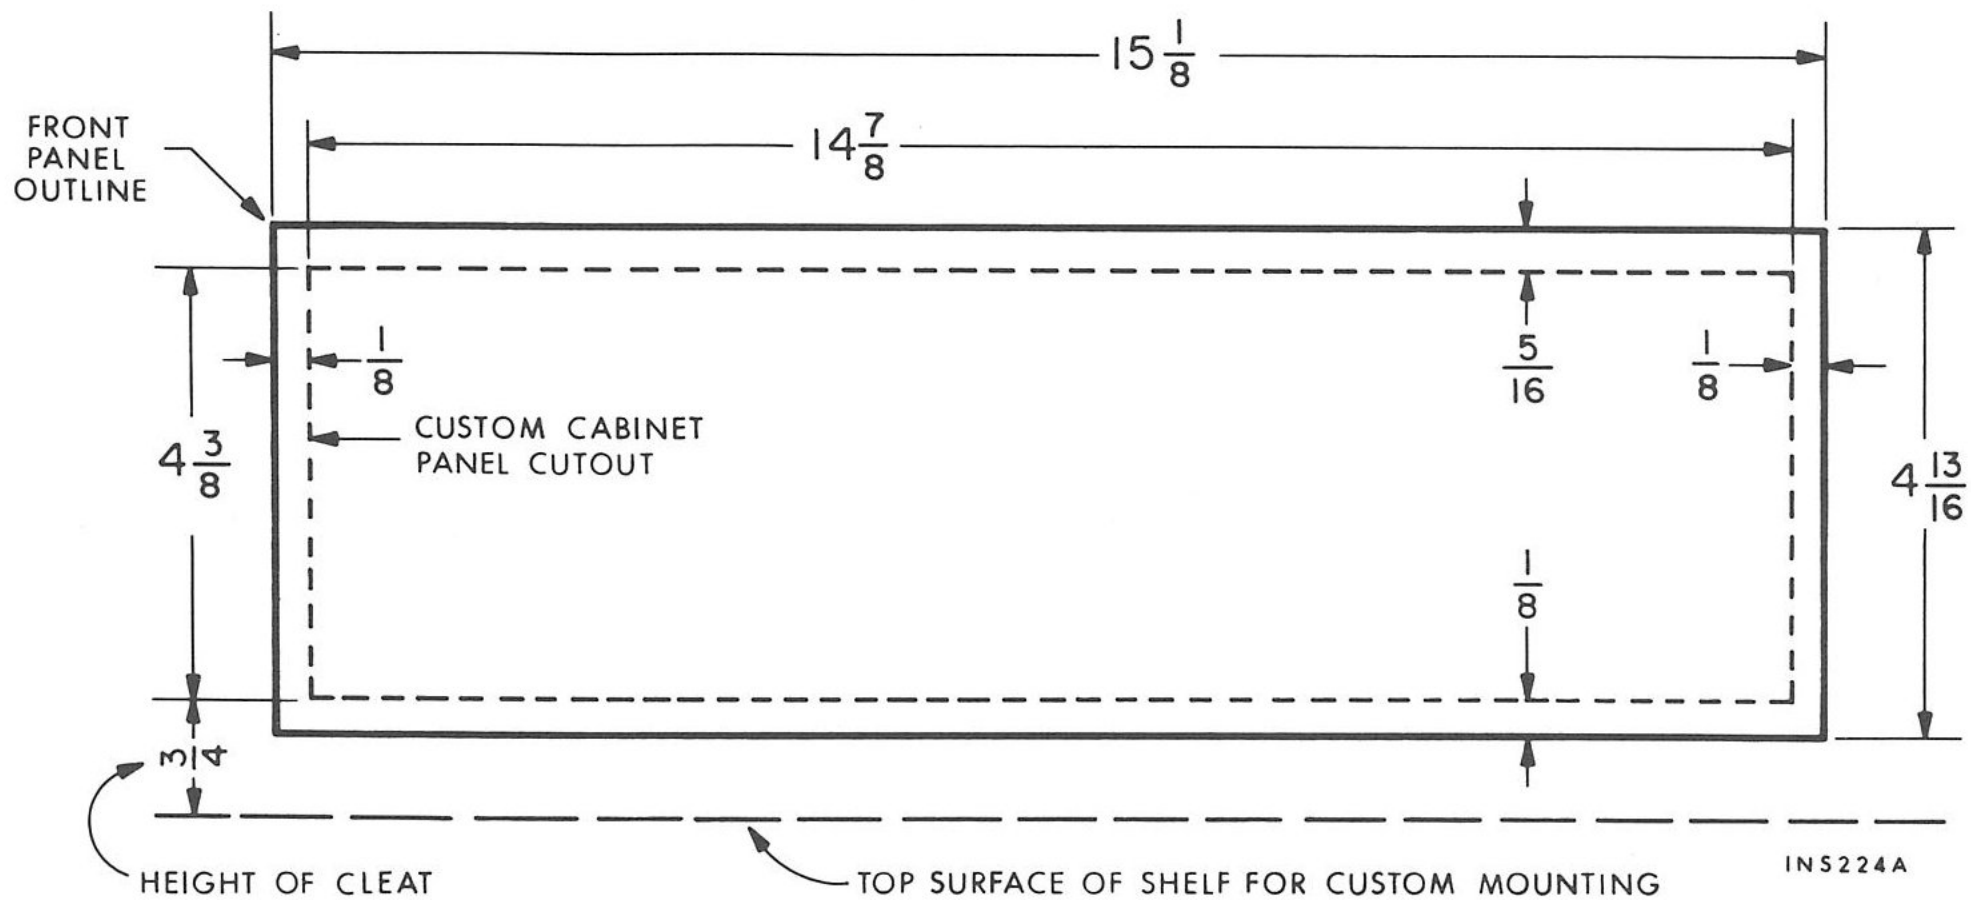

Abbildung 4. Frontplattenausschnitt für den Einbau
- 3—In die Frontplatte des Musikschanks wird ein Ausschnitt von 122 x 377 mm Grösse eingesägt (siehe Bild 4). Der untere Rand des Ausschnitts muss mit der Oberfläche der beiden Abstandsleisten auf gleicher Höhe liegen.
- 3—In die Frontplatte des Schanks wird ein rechteckiger Ausschnitt von 122 x 377 mm Grösse gesägt, wie in Bild 4 dargestellt. **WICHTIG:** Achten Sie darauf, dass der untere Rand des Ausschnitts auf gleicher Höhe mit der Oberfläche der Montageplatte liegt.